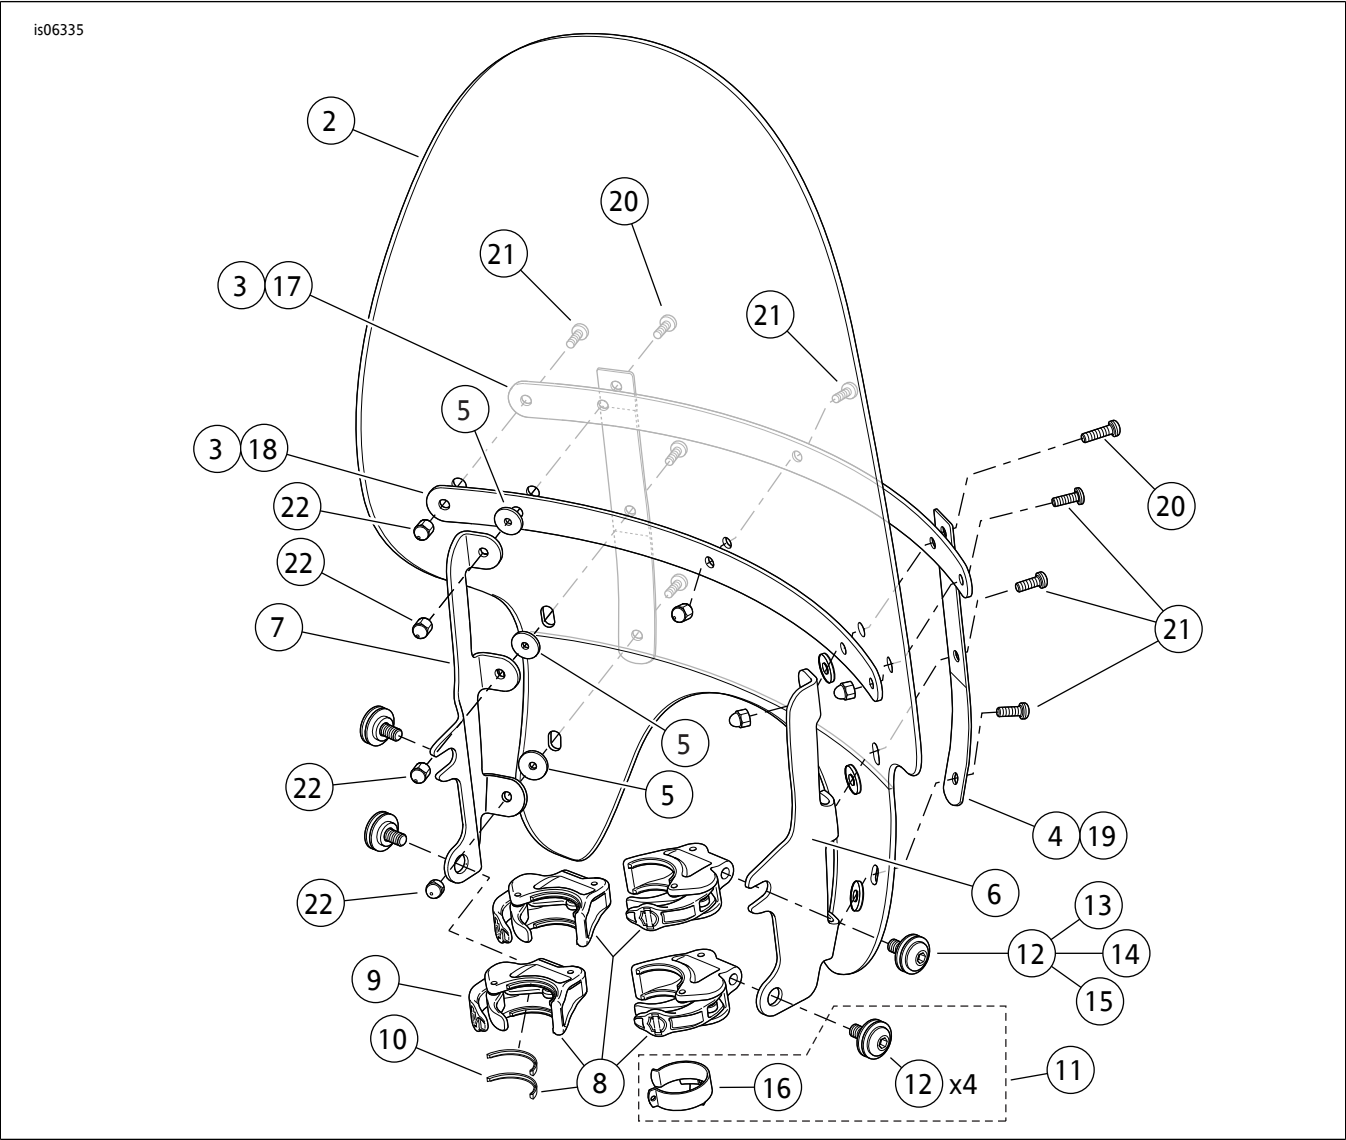

图2。维修零件：XL1200X快速释放挡风玻璃
参见图2和表2。
2. 参见图2。从包装中拆下夹具组件（8）和五金套件（11）并分离小零件准备组装。
3. 所有套件 在前灯周围将挡风玻璃对中，将夹具安装至前叉管。参见图2。将节气门拉索夹(16)卡在右侧叉管周围，穿过导向口布设节气门拉索。